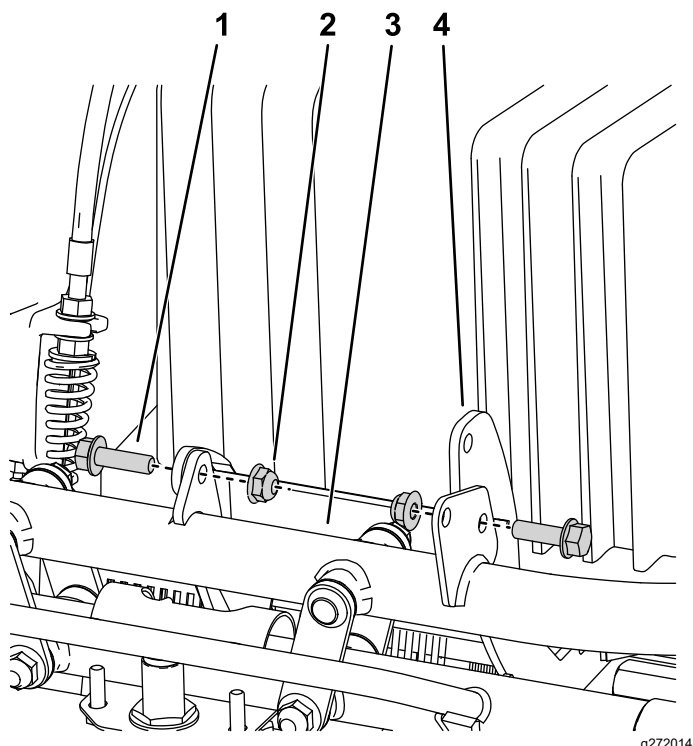

図4
4. バッテリーのプラットフォームを機体前部に固定しているボルト2本とナットを外して、プラットフォームとバッテリーを外す 図4。